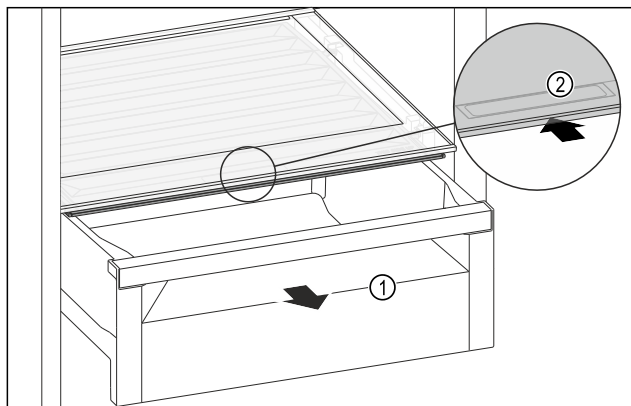

Fig. 147
- ▶ Izvelciet atvilktni Fig. 147 (1).
- ▶ Satveriet nodalījuma vāka roktura padziļinājumu Fig. 147 (2) un vienlaikus pabīdiet nodalījuma vāku uz aizmuguri.